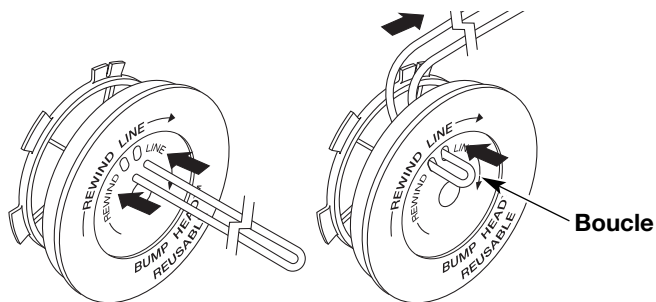

Fig. 15
6. Découpez environ 6 m (20 pi) de fil neuf et faites-en deux boucles de longueurs égales. Insérez chaque extrémité de fil dans l'un des deux trous du moulinet (Fig. 15). Tirez le fil à travers le moulinet pour que la boucle soit le plus petit possible.